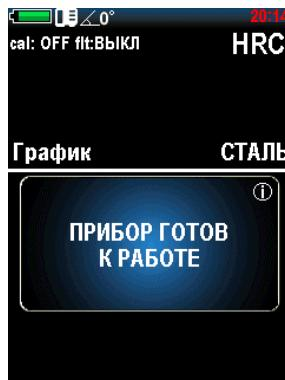

Рисунок 2.14 – Установка угла
- » выбрать нужную шкалу (Роквелла С (HRC), Роквелла В (HRB), Бринелля (HB), Виккерса (HV), Роквелла В (HRB), Шора (HS), Либа (HL), измерения предела прочности (σ_b) на растяжение изделий из углеродистых сталей перлитного в соответствии с ГОСТ 22761-77 (MPA), пользовательскую (U1, U2, U3)).
8. Нажмите клавиши «» или «», чтобы установить угол измерения. Фиксированный угол отображается в верхней части дисплея (рис. 2.14). Угол 0 градусов соответствует вертикальному положению датчика, спусковой кнопкой вверх.